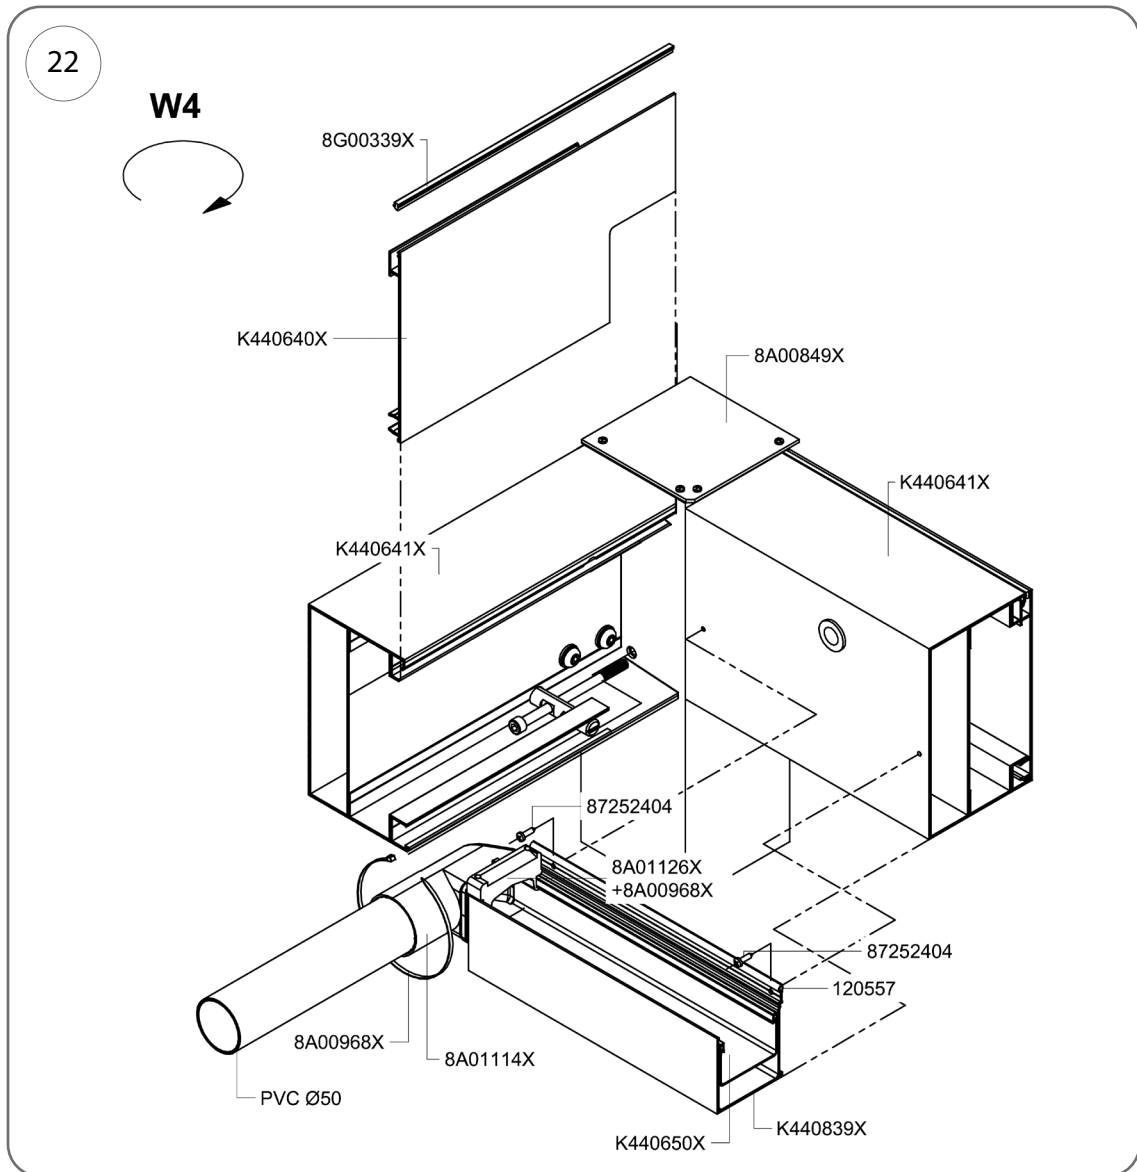

Abb. 22
- Eine der Rinnenbaugruppen endet mit T-Stücken der Kat.-Nr. 8A01115X (links) oder 8A01116X (rechts), die andere Rinnenbaugruppe endet mit Winkelstücken 8A01114X, wenn die Entwässerung über 2 Pfosten erfolgt (abb. 22).